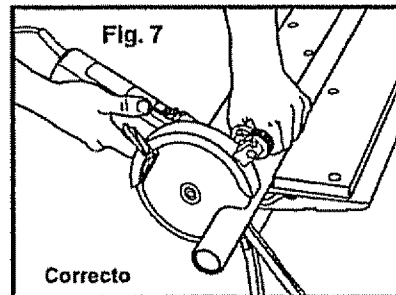

Fig. 7
**SIEMPRE** sujete la sierra tomándola del cuerpo del motor y de la manija auxiliar (ver Fig. 7).